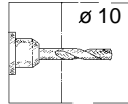

Bild 2
2. Unteres Befestigungsloch bohren und Dübel setzen, siehe Bild 2...3.
7. Obere Befestigungslöcher bohren und Dübel setzen, siehe Bild 2...3.